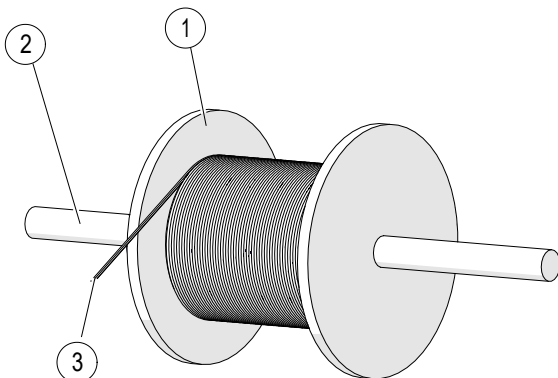

Abb. 14: Aufgewickelter Heizleiter mit Aufhängung
- Die Spule mit dem aufgewickelten Heizleiter mithilfe einer bauseitigen Achse für die Aufhängung (Pos. 2) in der Nähe der Einspeisung des Heizleiters platzieren (siehe Abb. 14).